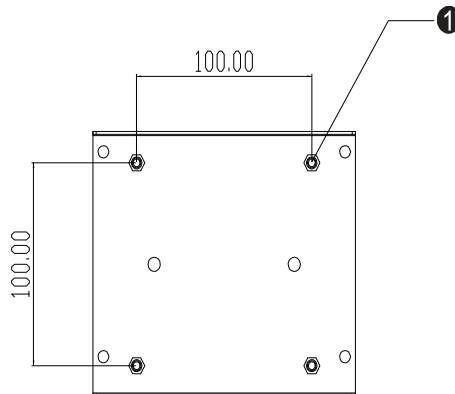

Abbildung 2-2: Montagevorlage - Rückseite (nicht maßstabsgetreu)
- 3 Montieren Sie den Monitor, wie auf der Vorlage in *Abbildung 2-2* dargestellt, auf die Wand. Führen Sie die Kabel durch die Kabeleingangsöffnung (*Abbildung 2-2.*, Element 1).